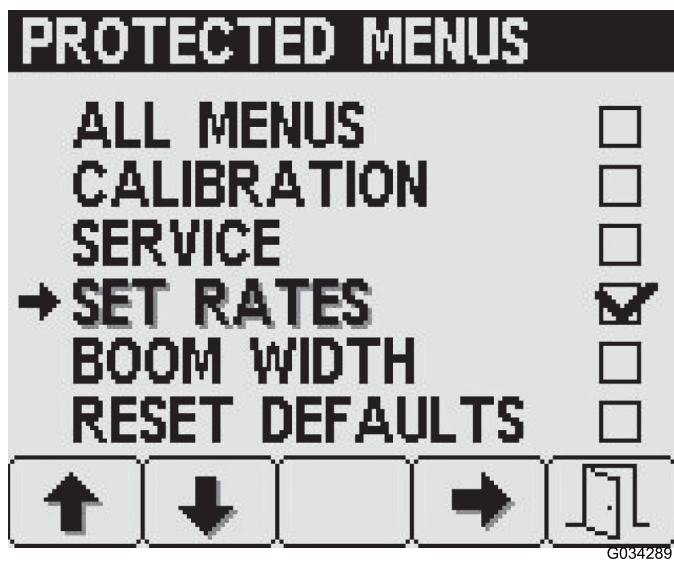

Figura 13
3. Pulse el botón 4 para seleccionar o eliminar la selección de cada elemento de menú protegido (Figura 13).